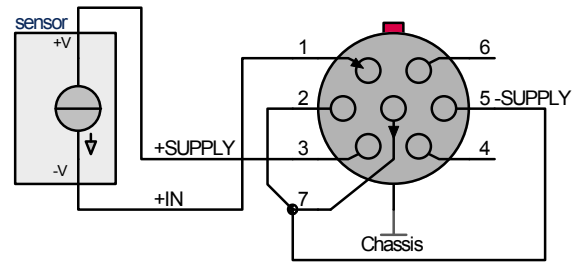

Abb. 2b
- Bei den Sensoren mit Zwei-Draht-Anschluß (unipolare Versorgung) handelt es sich um Geber mit der klassischen 0 mA/4 mA ... 20mA-Stromschleife. Das Signal besitzt nur positive Polarität. Benötigt die Stromschleife eine Versorgung größer 15 V (Standard), dann ist der Sensor an +SUPPLY und -SUPPLY entsprechend Abb. 2b anzuschließen. Für die Einstellung der Versorgungsspannung von beispielsweise  $\pm 12$  V stehen somit 24 V für die Stromschleife zur Verfügung.